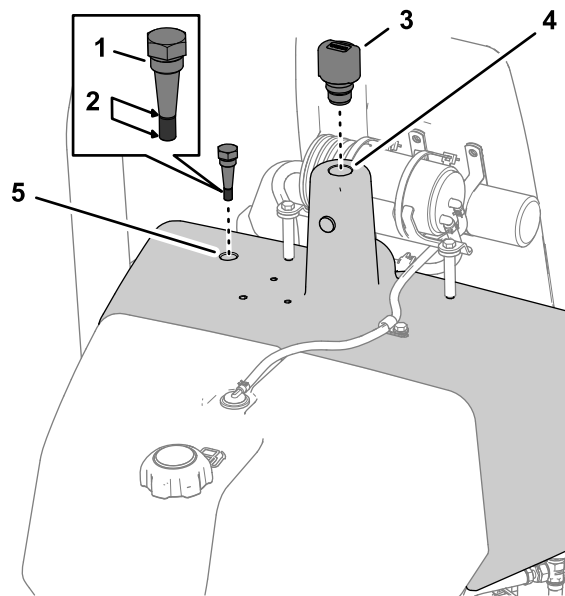

Figure 49
3. Dévissez la jauge située sur le haut du réservoir hydraulique, essuyez-la soigneusement, remettez-la en place puis ressortez-la (Figure 49).
4. S'il n'y a pas d'huile sur la jauge, enlevez le bouchon du goulot de remplissage du réservoir hydraulique (Figure 49) et versez lentement le liquide hydraulique spécifié dans le réservoir jusqu'à ce que le niveau atteigne la rainure sur la jauge ; voir Spécifications de liquide hydraulique (page 40).
5. Remettez la jauge et le reniflard dans le réservoir hydraulique (Figure 49).